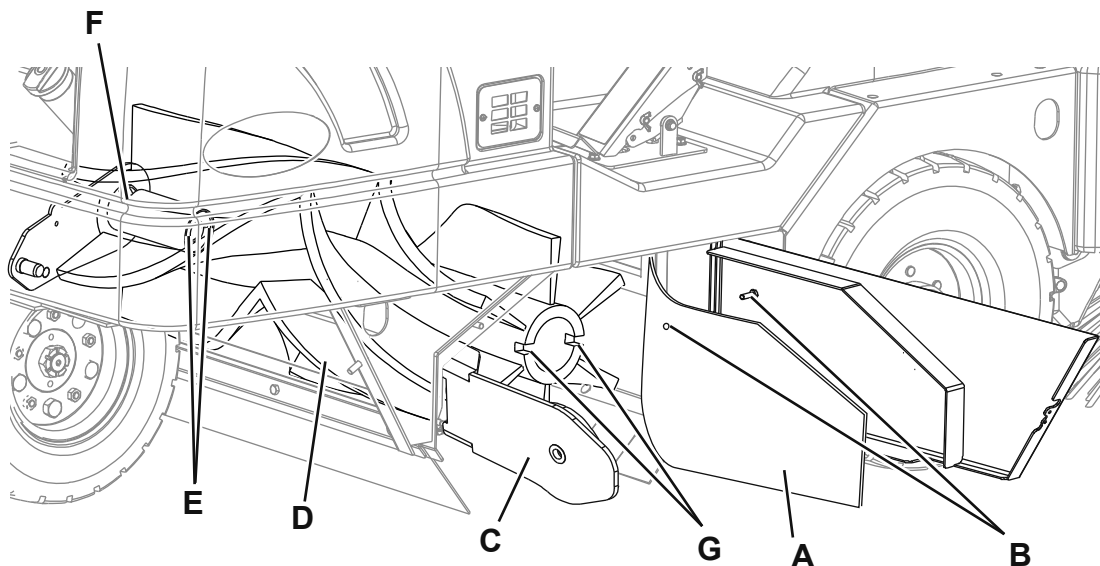

Figure 2
3. Tourner la clé de contact (64) et démarrer la machine.
4. Baisser le balai central au moyen du levier (53).
5. Tourner la clé de contact (64) sur "O" pour arrêter la machine.
6. Ouvrir le panneau droit (18).
7. Déplacer le volet latéral droit (A, Fig. 2) et le fixer à la goupille (B).
8. Ouvrir le groupe levier de renvoi (C) du groupe balai central (D).